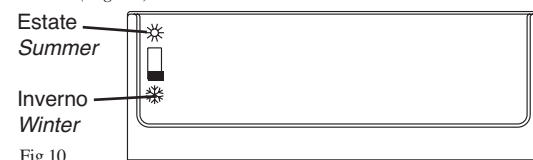

Fig.10
**Arte** è dotato di un selettore EST/INV in modo tale da poter regolare comandare sia impianti di riscaldamento (pos. INVERNO) che di condizionamento (pos. ESTATE). Il commutatore è posizionato nella parte superiore del modulo (fig.10).
**Arte** is available with a SUM/WIN selector so that it can be regulated both heating plants (winter position) and conditioning ones (summer position). The selector is placed on the upper part of the module (Fig. 10)